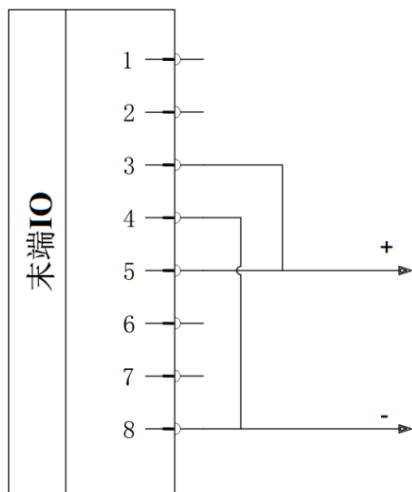

图 2-35: 双针模式 1 接线
2) 接线方法：如下图 2-35，将电源线（5 灰色）与 TI3/TO3/PWR2 线（3 绿色）连接，接地线（8 红色）与 TI2/TO2/GND2 线（4 黄色）连接。